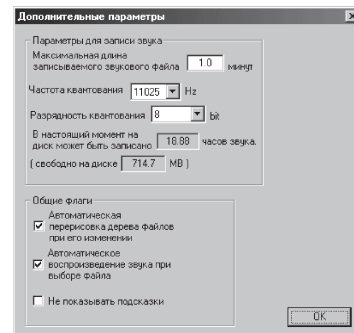

рис. 2
**Глобальные параметры.** Открывается диалоговое окно (рис. 2) со следующими опциями: